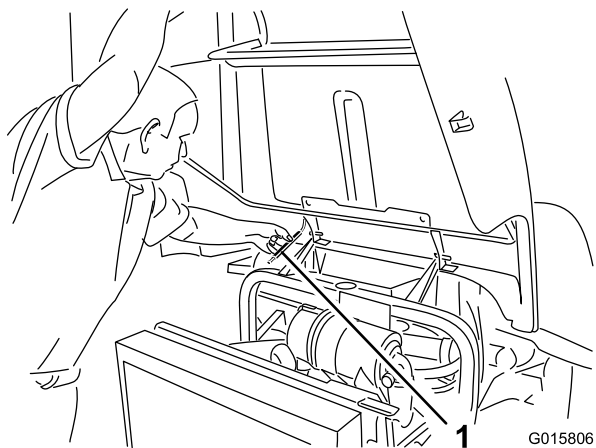

Figure 23
2. Soulevez le capot jusqu'à ce que la béquille puisse être placée derrière le tube du châssis (Figure 23).